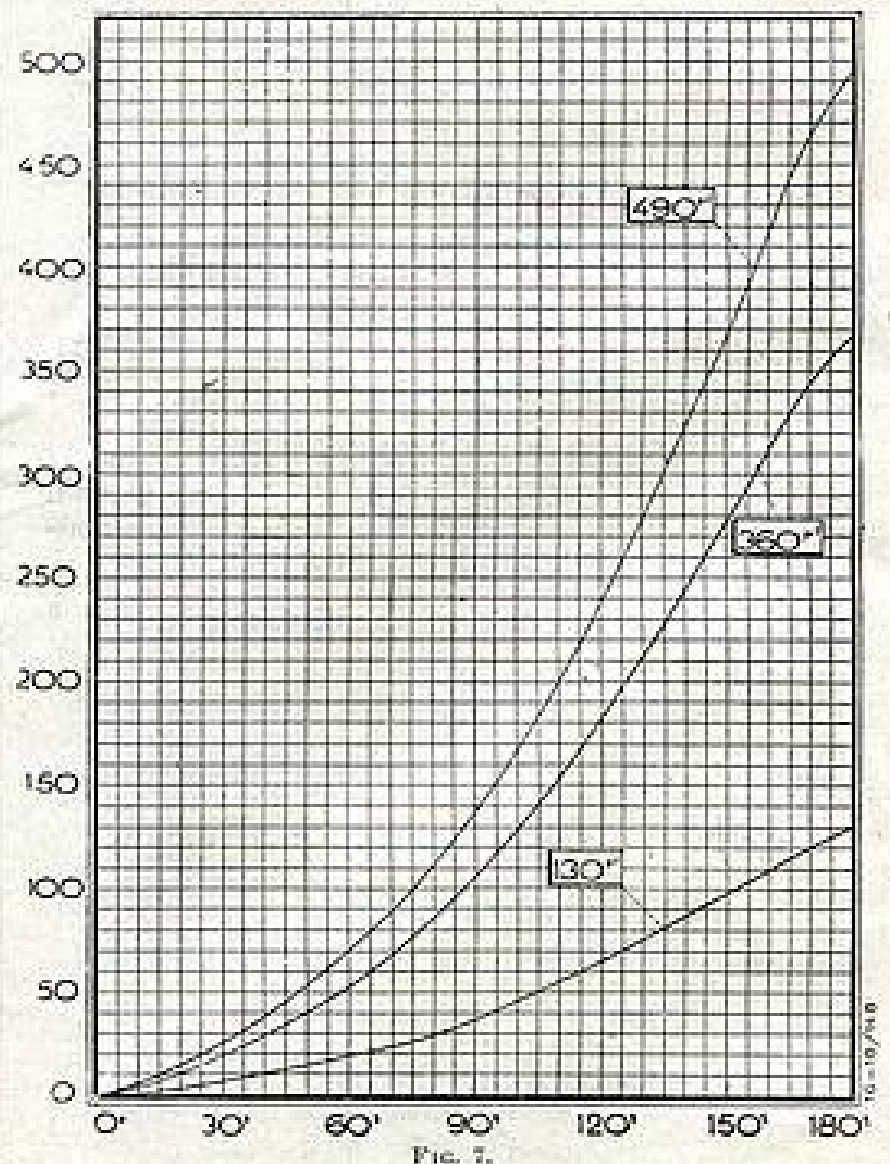

FIG. 7.
b) Pour un condensateur fractionné 130 + 360 pF (fig. 7).